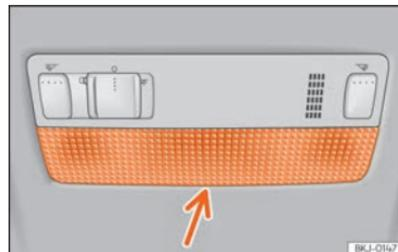

Fig. 175 Luz de lectura delantera.
- Introduzca un destornillador fino por su parte plana entre la carcasa y el cristal >>> fig. 175.